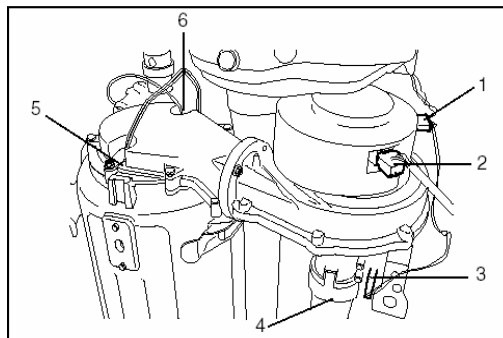

fig. 33 Sticken lossnas från fläkt/gasarmaturenheten.
- Sticken (fig.33, pos.1, 2 och 3) lossnas från fläkten.
- Luftinsugningsröret på fläkten demonteras (fig.33, lossas.4).
- Sticken på jonisering (fig.33, pos. 6) och glödrör (fig.33, pos.5) lossnas.